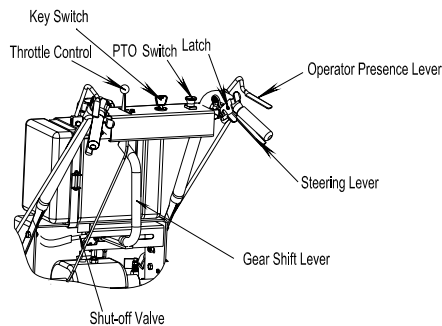

FIG1
2.6 OPERATOR CONTROLS(See FIG1)